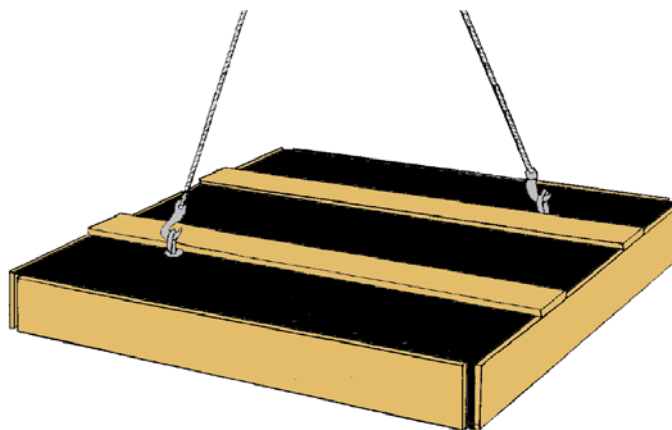

Figura 2
- 2d. Engate em seguida o cabo de aço no gancho de sua ponte rolante (ou talha elétrica ou guindaste, etc). Cuidadosamente levante o engradado e o transporte ao local da instalação. (Figura 2)